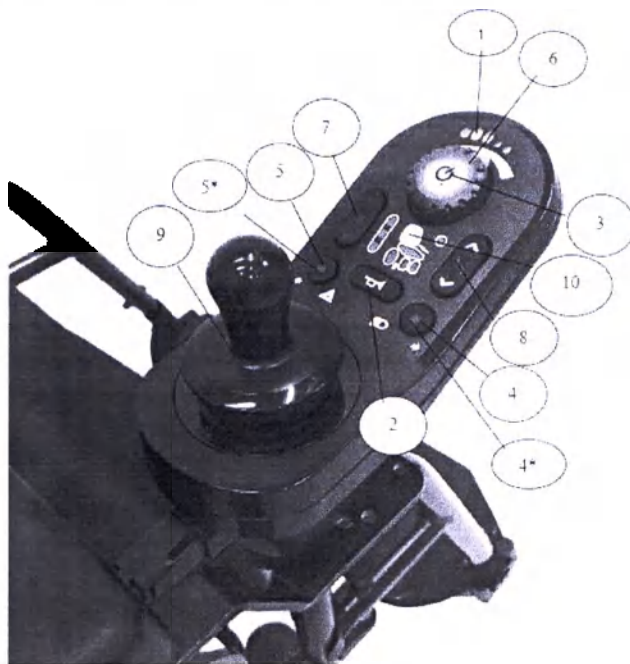

Рис.1.14
6.13 Проверить заряд аккумуляторной батареи, для чего нажать кнопку включения питания на пульте управления при этом должен загораться индикатор заряда батареи (рис.1.14, поз.1). Электрическая сеть в порядке, если после включения питания индикатор горит, и не в порядке, если индикатор мигает.
6.14 Для подзарядки аккумуляторной батареи необходимо выключить электропитание кресла нажатием кнопки включения питания (рис.1.14, поз.3) на пульте управления (индикатор заряда аккумуляторной батареи должен погаснуть).
На рис.1.14 показаны элементы управления и индикаторы:
6.16 Осваивать навыки управления движением кресла следует на малой скорости, для чего выбрать самую малую скорость кнопкой ограничения скорости на пульте управления (рис.1.14).